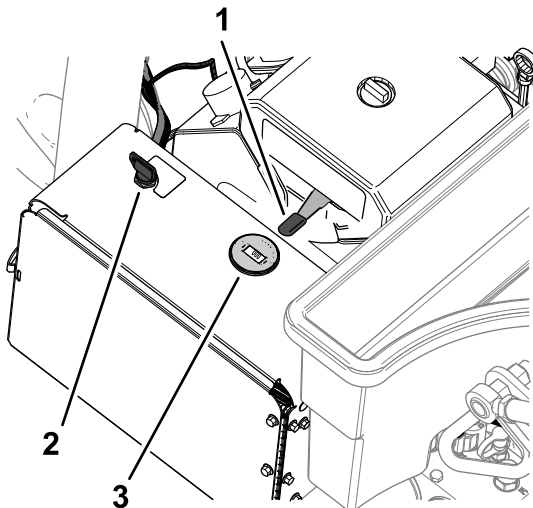

Bild 70
2. Verwenden Sie den Choke (Bild 70) folgendermaßen: